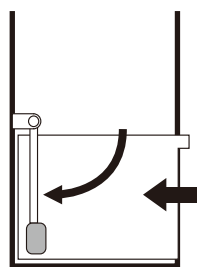

図1
- 水をくみ上げるポンプは、水タンクを差し込むと、水タンクに降りてきます。(図1)